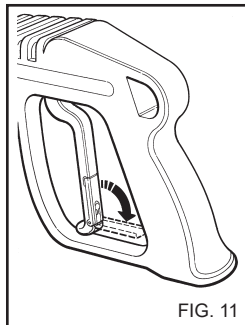

FIG. 11
- Quand le nettoyeur haute pression n'est pas utilisé, fermer le dispositif de sécurité de la poignée.(fig. 11).